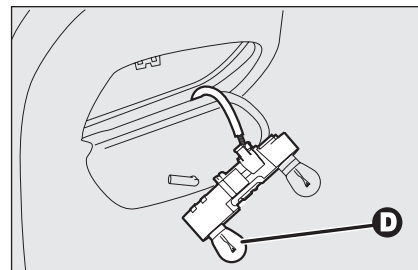

fig. 35
- enlever et remplacer l'ampoule intéressée en la poussant légèrement et en la tournant dans le sens inverse des aiguilles **fig. 35**: